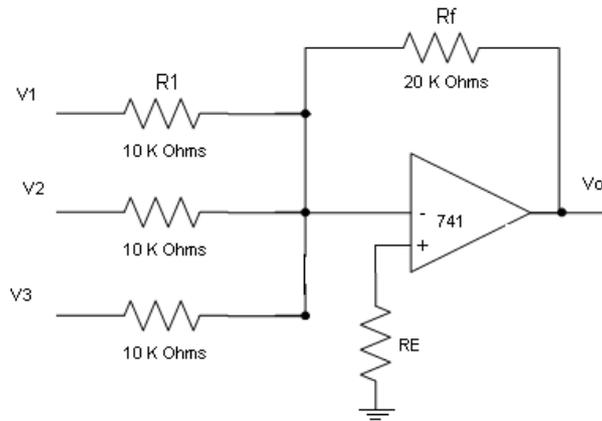

Figura 5. Sumador inversor con resistencia R_E a la entrada.
- 5) Armar el circuito de la figura 5, calcule el valor adecuado de R_E . Mencione que efecto tiene agregar esta R_E al sumador inversor. Aplique los mismos voltajes de CD, del paso 3. Compare los resultados obtenidos entre el paso 3 y 5.